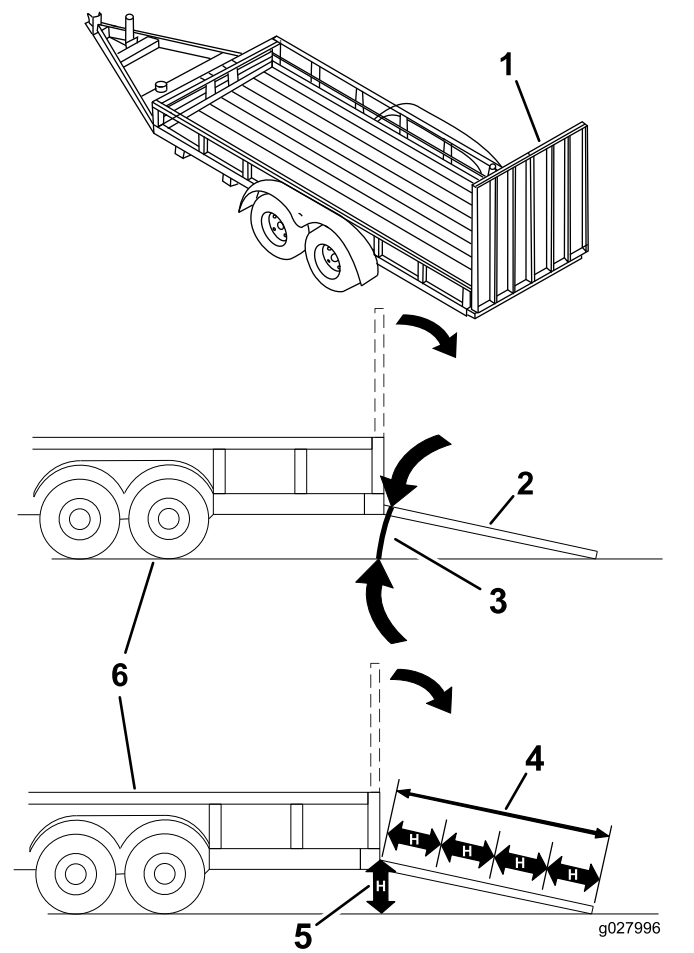

Figura 45
El cargar la máquina en un remolque o un camión aumenta la posibilidad de un vuelco y podría causar lesiones graves o la muerte (Figura 45).
3. Baje la rampa, asegurándose de que el ángulo entre la rampa y el suelo no supera los 15 grados (Figura 45).
1. Baje la rampa, asegurándose de que el ángulo entre la rampa y el suelo no supera los 15 grados (Figura 45).